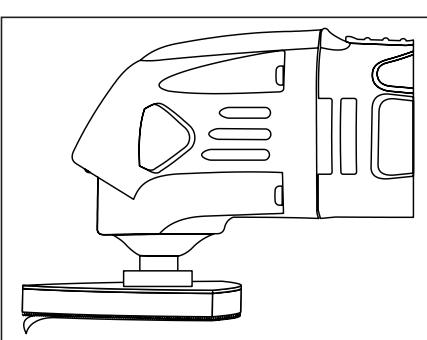

Fig. 4
3. Para remover a lixa, basta retirar a lixa do gancho e da argola (fig. 4).